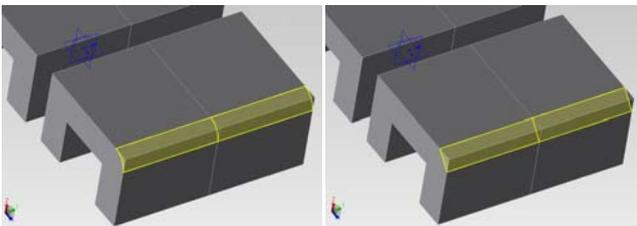

図 14 フィレットフィーチャ(左)・面取りフィーチャ(右)
- ・ 設定内容により作成されるフィレット・面取りが半透明の状態でのプレビュー(図 14)